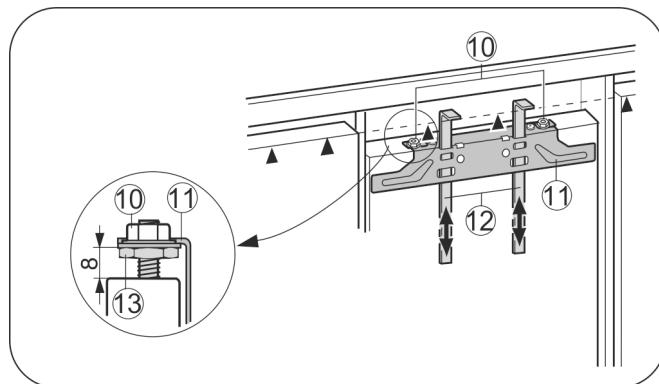

Fig. 20
- Montagehilfen Fig. 20 (12) auf Möbeltürhöhe hochschieben. Untere Anschlagskante ▲ der Montagehilfe = Oberkante der zu montierenden Möbeltür.
- Befestigungstraverse Fig. 20 (11) über die Kontermuttern Fig. 20 (10) abschrauben.